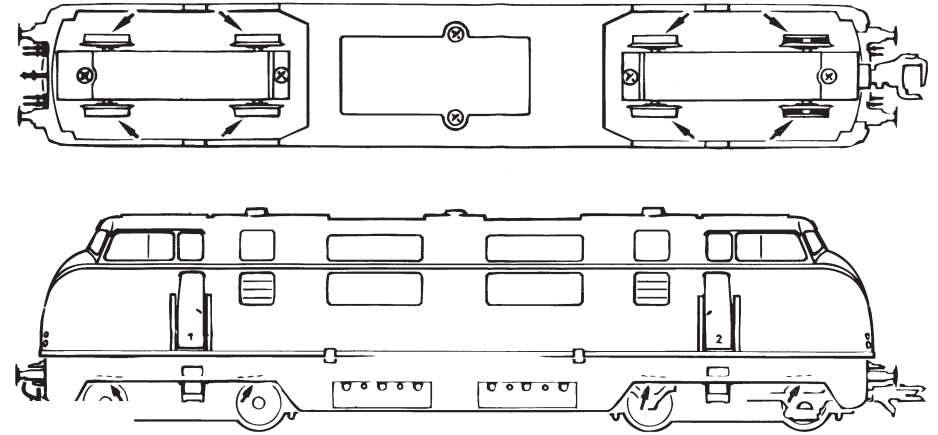

Fig. 4
5. Kohlebürstenwechsel: Lokgehäuse abnehmen (Fig. 4). Danach wird der **Motor ausgebaut** (Fig. 10) und die **Kohlebürsten ausgewechselt**.
Exploitation en télécommande multi-trains: Veuillez démonter d'abord la caisse (fig. 4). Enlevez ensuite la fiche de shuntage de l'interface (à conserver!) et enfichez finalement la fiche du module de télécommande aux prises de l'interface. Veillez à la position correcte de la fiche (voir fig. 6).
2. Graissage: N'appliquez **qu'une tout petite goutte** aux endroits indiqués par le plan de graissage (fig. 9) après avoir démonté la caisse de la locomotive (fig. 4). Nous vous recommandons
3. Remplacement des ampoules: Veuillez démonter d'abord la caisse de votre locomotive (fig. 4), puis vous pouvez **échanger les ampoules** (voir fig. 7).
5. Remplacement des balais du moteur: Démontez la caisse (voir fig. 4). Sortez ensuite le moteur de son longement (voir fig. 10) et échangez finalement le balais.
Running in digital mode: First remove loco body (fig. 4). Then remove the jumper from the interface. Finally put the plug of the chip into the interface as shown in fig. 6.
2. Lubrication: Apply **tiny oil drops** to spots marked in fig. 9. Prior to lubrication dismantle locomotive (fig. 4). We recommend using item no. **10906, Roco oiler**. For lubrication the gear-parts (e.g. cog-wheels, worm,...) we would recommend our Roco **special grease** (item No. **10905**).
3. Change of lights: First remove loco body (fig. 4) and then change **lights**. (fig. 7).
5. Carbon Brush Changing: First **remove** loco body (fig. 4), and then the **motor** (fig. 10).
voir } Fig. 4